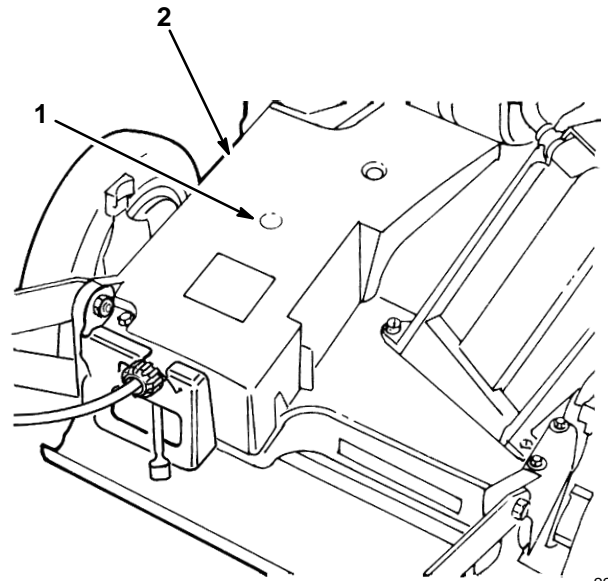

Figure 26
2. Coloque la pistola de engrase en la copilla a través de la abertura en la tapa de la correa (Fig. 26). Aplique suavemente 1 ó 2 bombazos de grasa.
1. Quite los tornillos que aseguran la tapa de la correa a la caja de la cortadora (Fig. 26). Levante la tapa y cepíllela para eliminar toda la basura de las proximidades de la correa. Vuelva a colocar la tapa.